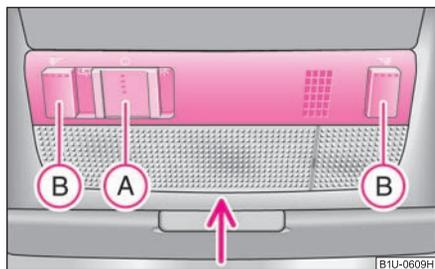

Fig. 51 Découpe dans le revêtement de pavillon: Eclairage intérieur AV
- Le symbole  ⇒ fig. 51 apparaît en poussant le contacteur **(A)** vers la gauche.